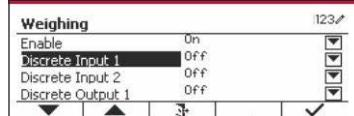

Figure 39
- Le sous-menu de pesage s'affiche alors. Sélectionnez l'élément de la liste et appuyez le bouton correspondant à l'icône  pour modifier les paramètres. Après avoir terminé la configuration E/S, appuyez sur le bouton multifonction correspondant à l'icône  pour retourner à l'écran principal des applications. (Voir Figure 39)